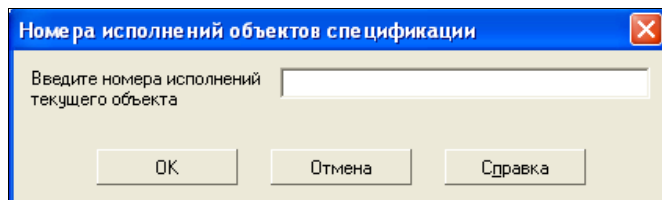

Рис. 14.25. Диалоговое окно **Номера исполнений объектов спецификации**
- ◆ нажмите кнопку **Добавить исполнения**. Система выведет на экран диалоговое окно **Номера исполнений объектов спецификации** (рис. 14.25);